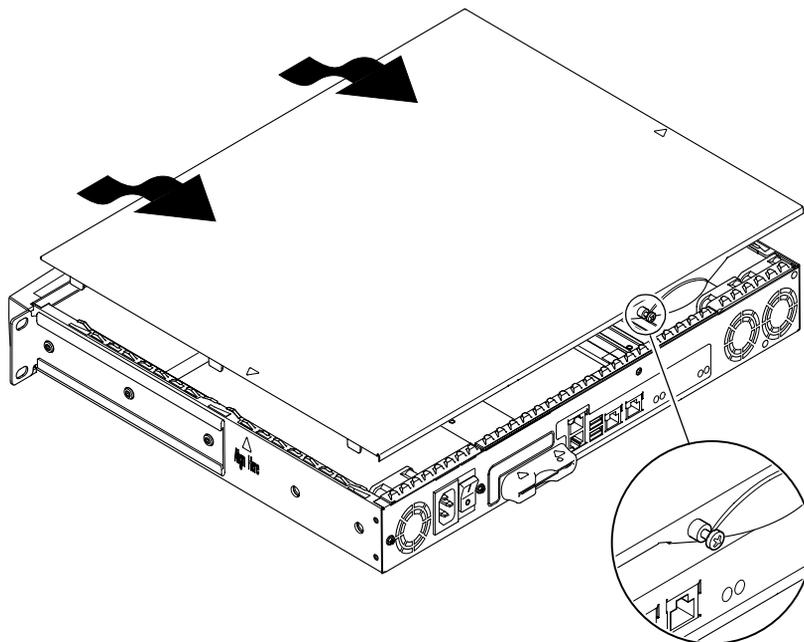

РИС. 8-3 Снятие верхней крышки
2. Отвинтите фиксирующий винт в центре задней панели устройства (см. РИС. 8-3).